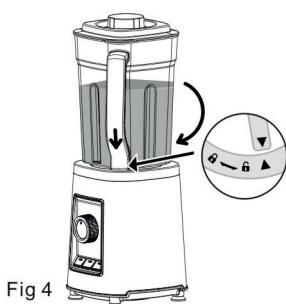

Fig 4
- Sett blenderkannen (4) på enheten (7) og vri håndtaket til posisjonen for låst hengelås. Fig. 4.